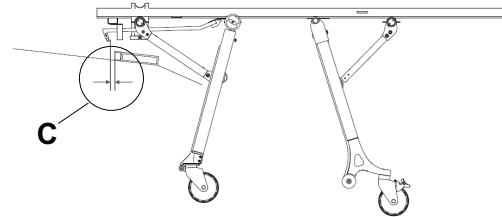

Figura 10 – Separación entre el gancho de seguridad y la placa de enganche
- La separación horizontal (C) entre el gancho de seguridad y la placa de enganche es suficiente para la descarga (Figura 10)